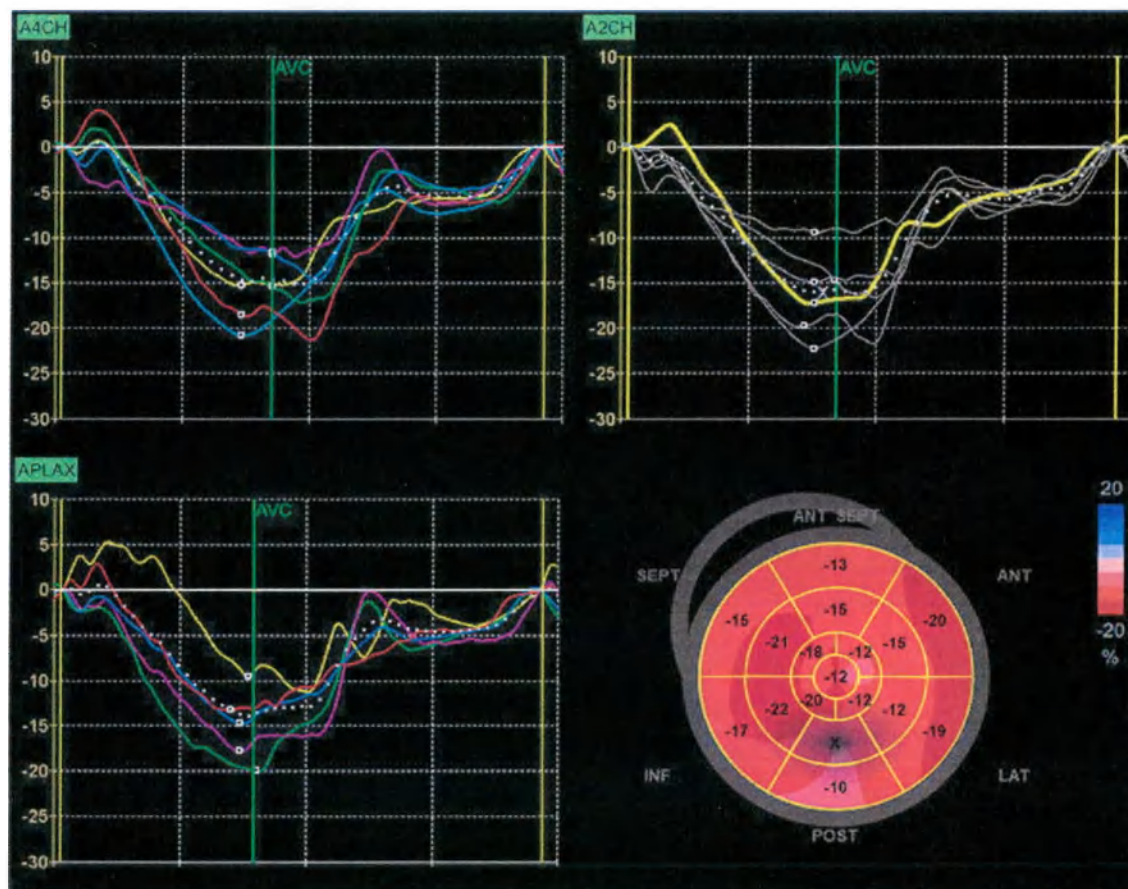

Рис. 8-22. Экран круговой диаграммы и кривых
1. Нажмите **BE+Traces** (Круговая диаграмма+кривые). Откроется экран *Bull's Eye and Traces* (Круговая диаграмма и кривые) (см. Рис. 8-22)
- *BE+Traces* (КрД+контуры). В дополнение к круговой диаграмме отображаются контуры деформации для всех трех проекций. В этой проекции можно скорректировать пики контуров, перетаскивая маркеры пиков или щелкнув соответствующий сегмент на круговой диаграмме (Рис. 8-22).